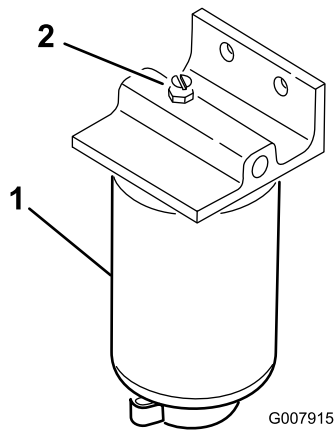

Figura 36
3. Aprite il tappo di sfiato sul filtro carburante/separatore di condensa (Figura 36).